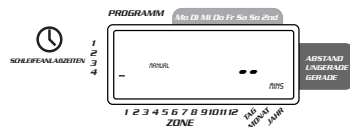

ABBILDUNG 13
- Die **MANUELL**-Taste drücken. Danach **NÄCHST** dreimal drücken. Die Anzeige zeigt einen blinkenden Cursor auf Station 1 und ---MINS [Siehe Abbildung 13].